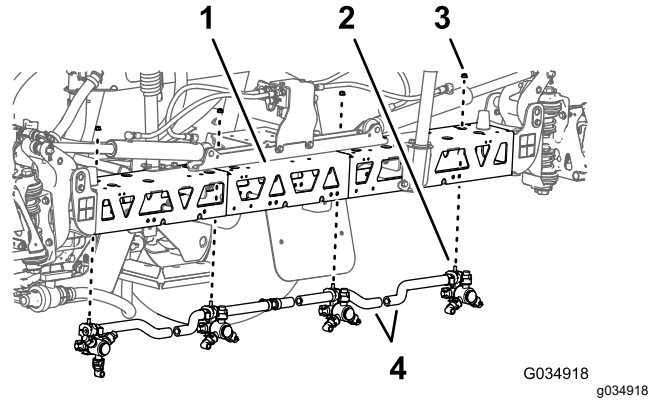

Figure 68
6. Retirez le contre-écrou à embase (5/16 po) qui fixe la buse de pulvérisation sur son support (Figure 68).